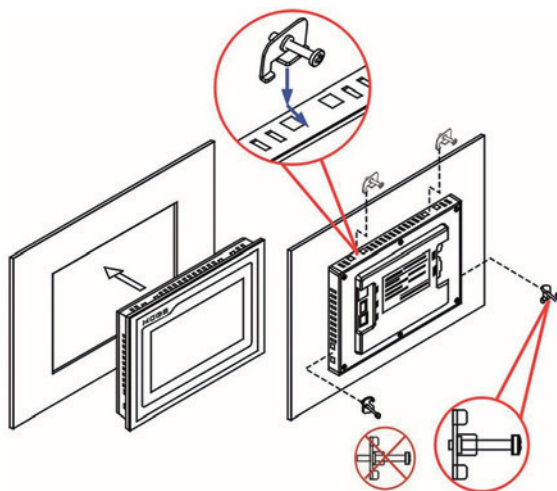

Рисунок 11. Установка панели оператора SBAT-HMI
4. С обратной стороны дисплея установите крепежные скобы в специальные отверстия, при этом плоская часть скобы должна прилегать к монтажной панели. Рисунок 11.